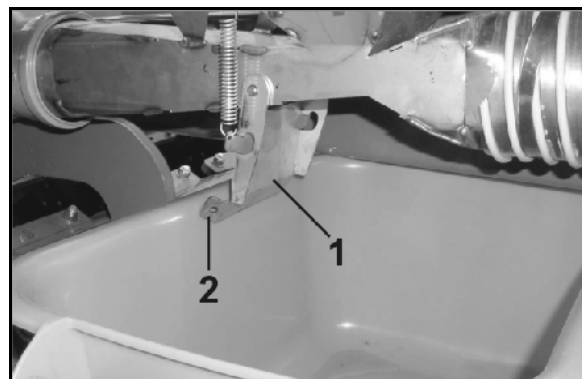

Рис. 123
3. Откройте клапан загрузочной воронки (Рис. 123/1), чтобы посевной материал/удобрение мог поступать в лоток.